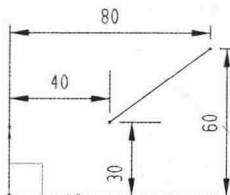

图 1-7 创建直线
(3) 按 Enter 键确认。创建一条直线,如图 1-7 所示。